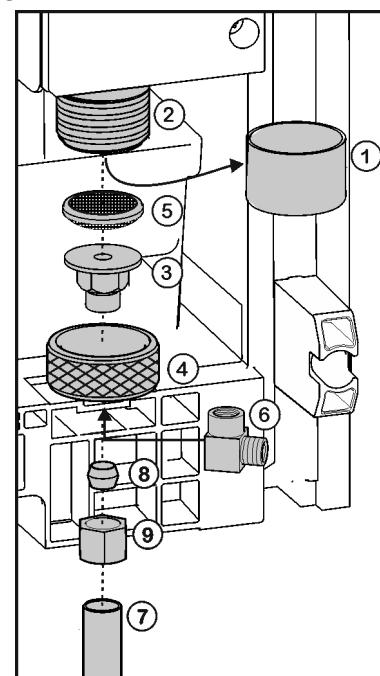

Fig. 18
- Retire el tapón Fig. 18 (1) de la electroválvula Fig. 18 (2).
- Introduzca la pieza de unión Fig. 18 (3) en la tuerca de racor Fig. 18 (4).
- Coloque el filtro de agua Fig. 18 (5) con la parte hundida hacia abajo en la dirección de la pieza de unión Fig. 18 (3).
- Conecte la tuerca de racor Fig. 18 (4) en la electroválvula Fig. 18 (2) y apriétela.
- Para desviar 90° la conexión de agua, dado el caso, atornille la pieza angular Fig. 18 (6).
- Conecte la tubería de agua Fig. 18 (7) (por ejemplo, cobre) con la ayuda del anillo de apriete Fig. 18 (8) y la tuerca Fig. 18 (9) en la pieza de unión Fig. 18 (3) o la pieza angular Fig. 18 (6).